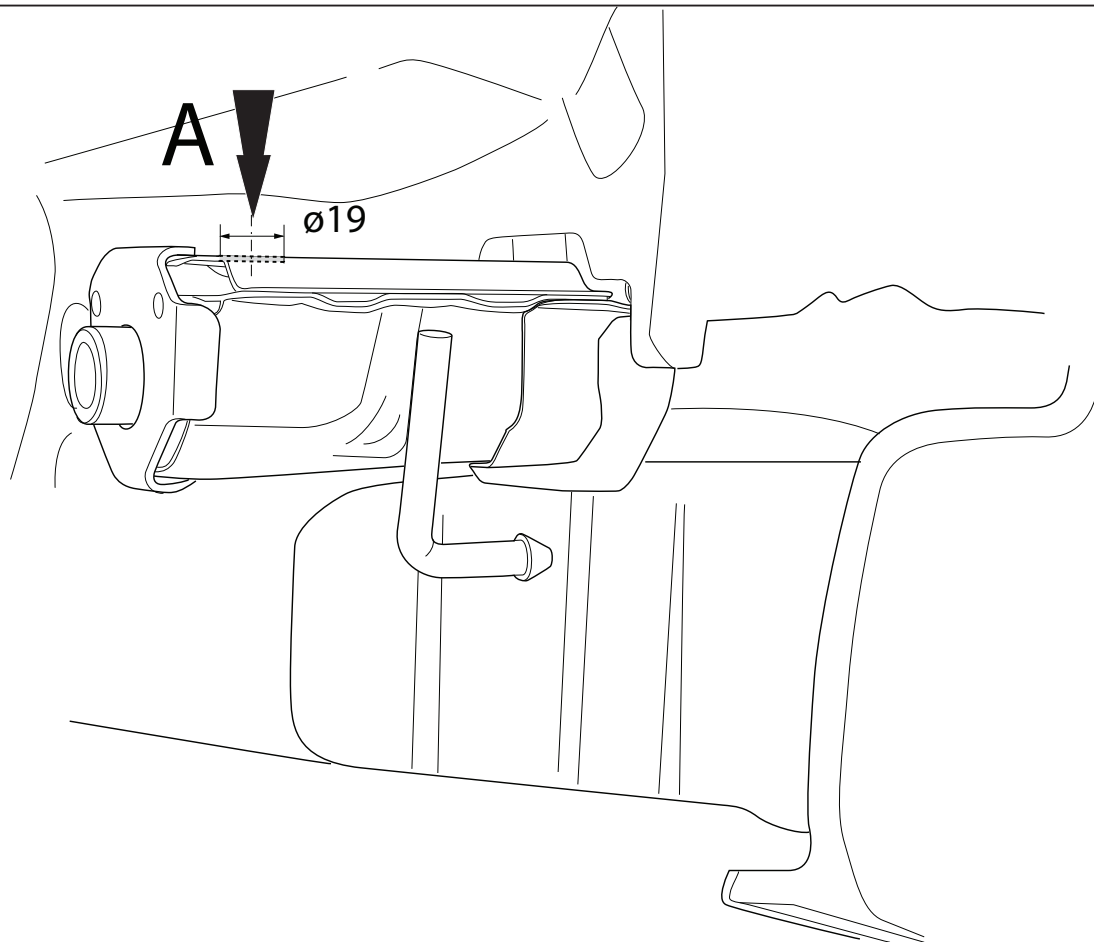

Fig.4
9. Увеличить отверстие А до диаметра 19 мм. См. рисунок 4.